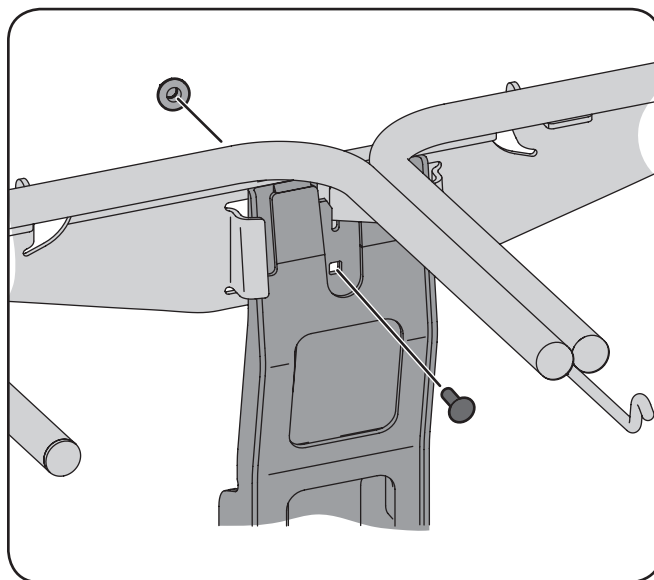

Figura 4-9
4. Fije el montaje de suspensión para el soporte vertical con el perno de carruaje (710-0276) y la brida de la tuerca de seguridad (712-04063) rellena con el kit de montaje 689-00080A. Vea la Figura 4-9.